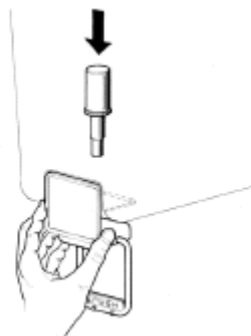

рис. 5
3. **Поршневой кран:** вновь смонтируйте рукоятку управления краном, затем введите внутрь поршень с соответствующей прокладкой (см. рис. 5).